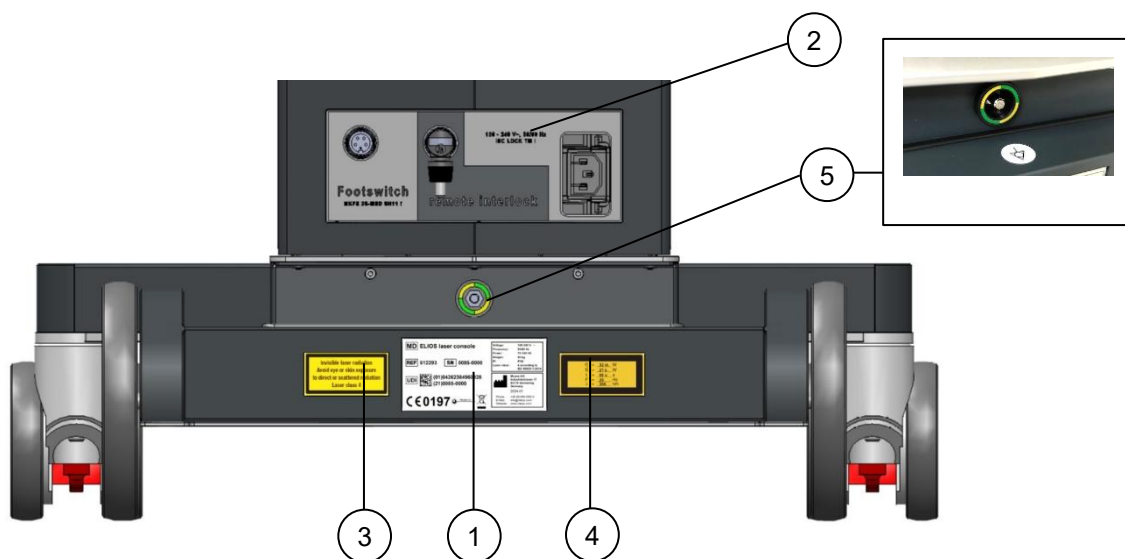

Fig. 2-1: Vista traseira
A etiqueta está localizada na parte de trás do laser (ver Fig. 2-1).
3.	A consola laser ELIOS gera radiação laser de classe 4. Nem os olhos nem a pele devem ser expostos a esta radiação invisível. A etiqueta está localizada na parte de trás do laser (ver Fig. 2-1).
4.	A informação de saída da radiação laser é especificada na etiqueta ilustrada. A etiqueta está localizada na parte de trás do laser (ver Fig. 2-1).
5.	Conetor para equipotencialização elétrica. A etiqueta está localizada na parte de trás do laser (ver Fig. 2-1).